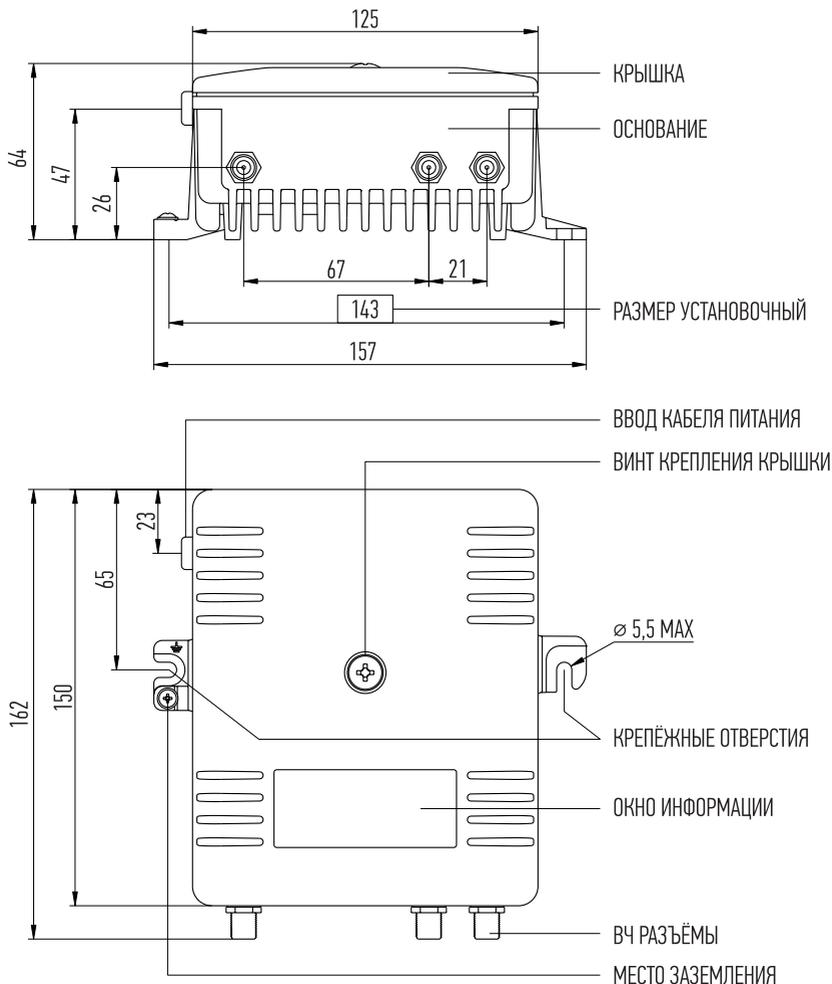

Рисунок 3. Габаритные и установочные размеры (в мм), основные компоненты корпуса
- наметьте установочные размеры согласно рис. 3;
- заземлите корпус путём соединения контакта « \perp » с шиной защитного заземления (см. рис. 3);